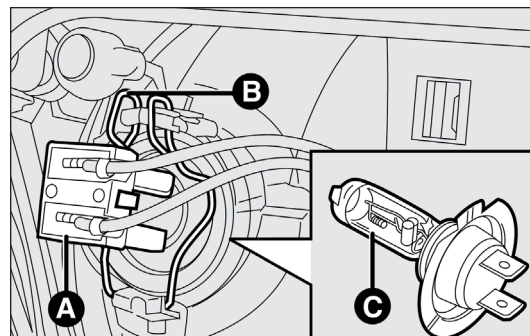

fig. 184
- ☐ débrancher le connecteur électrique A-fig. 184 ;